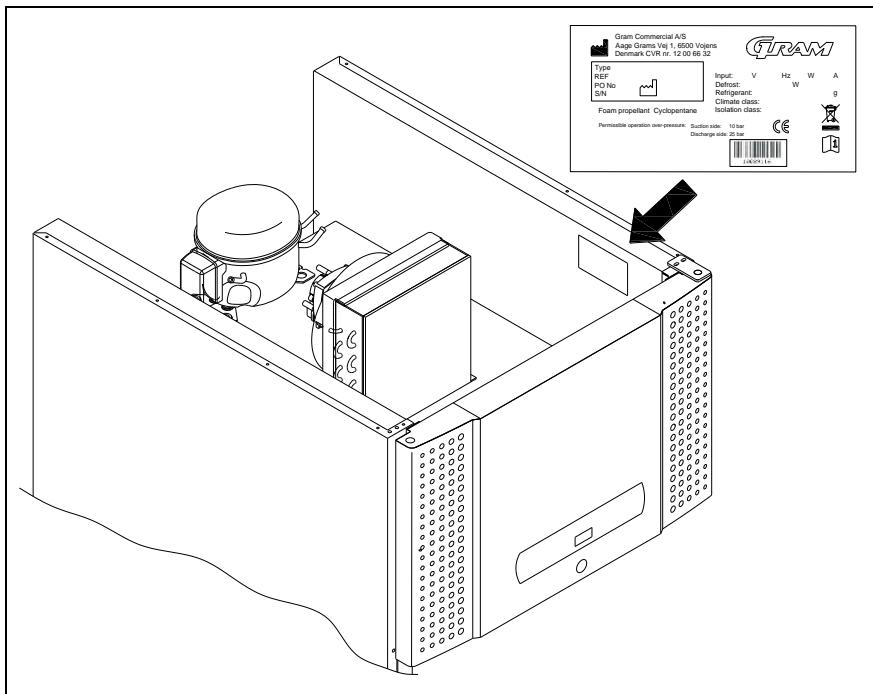
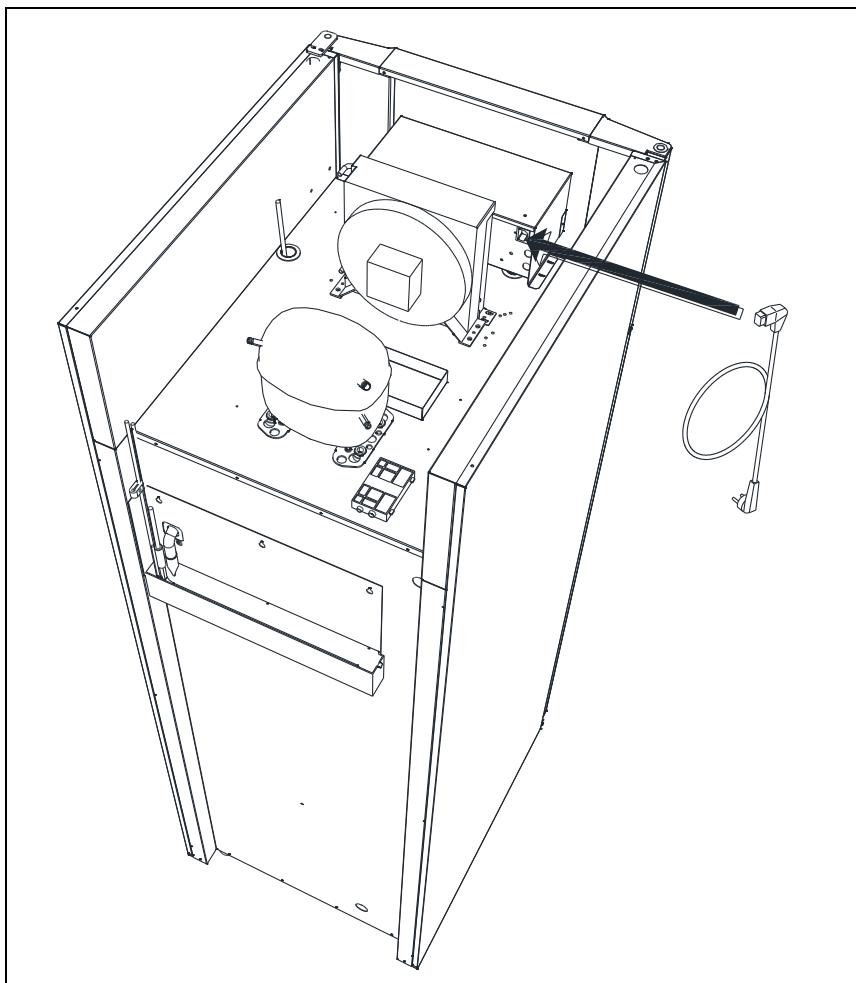

Fig. 9
Fig. 6
- !** Ne branchez l'appareil qu'avec la tension indiquée sur la plaque d'identification du type (voir Fig. 9). N'utilisez que le câble détachable fourni pour la connexion à une prise murale (voir Fig. 6).